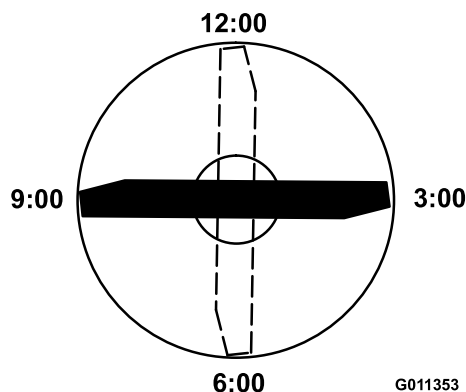

Figure 95
4. Positionnez le tranchant de l'extrémité marquée à la position 12 heures (droit devant dans la direction de la tonte) (Figure 95) et mesurez la hauteur de la surface plane au tranchant de la lame.
5. Tournez l'extrémité marquée de la lame aux positions 3 et 9 heures (Figure 95) et mesurez les hauteurs respectives.